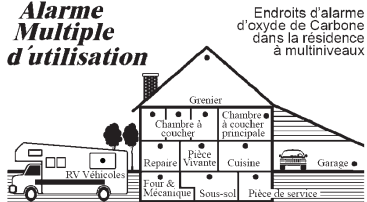

Figure 1: Détecteur de monoxyde de carbone recommandé pour les résidences de plusieurs niveaux
- 10.4 Comme indiqué sur les Figures 1 et 4 de la section 8, fixez la plaque de montage au mur ou au plafond. Utilisez les vis et les fixations fournies pour fixer la plaque de montage.